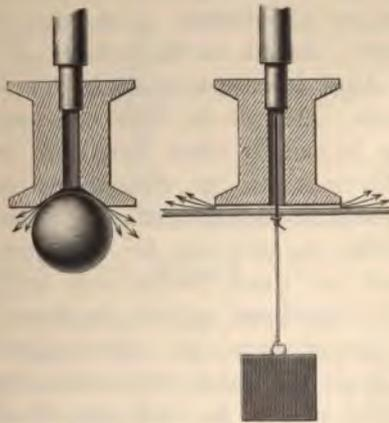

Fig. 22. Merkwürdige Luftströmungen.
**Kugel, Starke und Garnröllchen.** Die Öffnung eines Garnröllchens wird trichterförmig erweitert, was mit Hilfe eines scharfen Messers und einer Hundseile geschehen kann. Die andere Öffnung wird mit einem Röhrchen zum Einblasen von Luft versehen. Weiterhin ist erforderlich ein recht glatt gerundetes Kügelchen aus Holundermark, das zu dem Röllchen etwa in dem durch die Fig. 22 angedeuteten Größenverhältnis steht.